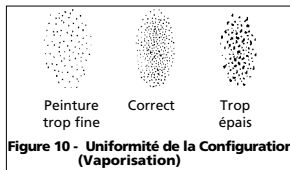

Figure 10 - Uniformité de la Configuration (Vaporisation)
4. Tirer brusquement sur la gâchette en tournant le bouton de réglage de fluide au sens contraire des aiguilles d'une montre. Observer la configuration de fluide sur la cible et ajuster le bouton de réglage de fluide jusqu'à ce que vous obtenez la configuration (vaporisation) désirée (Voir Figure 10).
dissiper la pression, ensuite augmenter la pression lentement afin d'obtenir la consistance de configuration correcte (Voir Figure 10).